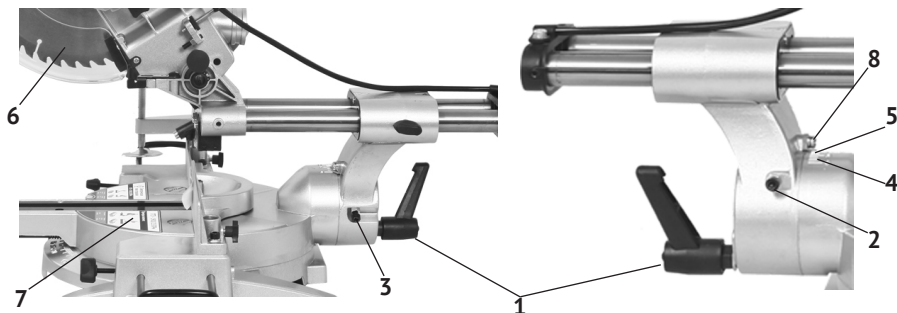

рис.3
- для установки угла наклона необходимо: ослабить рукоятку-фиксатор (рис.3 поз.1), установить необходимый угол распила по шкале (рис.3 поз.4), поворачивая режущий блок за рукоятку пилы, и надёжно зафиксировать рукоятку-фиксатор.
- установить рабочий стол (рис.3 поз.7) в нулевое положение;
- ослабить контргайку винта (рис.3 поз.2);
- установить транспортир (электронный угломер), измеряющий угол между плоскостью рабочего стола (рис.3 поз.7) и пильного диска (рис.3 поз.6);
- шестигранным ключом из комплекта поставки поворачивать винт (рис.3 поз.2) до точной установки угла 90° между диском и рабочим столом;
После установки точного положения угла, проверить положение стрелки-указателя (рис.3 поз.5) на шкале (рис.3 поз.4). При несовпадении с нулевым положением, ослабив винт крепления стрелки (рис.3 поз.8), откорректировать её положение и зафиксировать винтом.
- ослабить контргайку винта (рис.3 поз.3);
- шестигранным ключом из комплекта поставки поворачивать винт (рис.3 поз.3) до точной установки угла 45° (влево) между диском и рабочим столом;